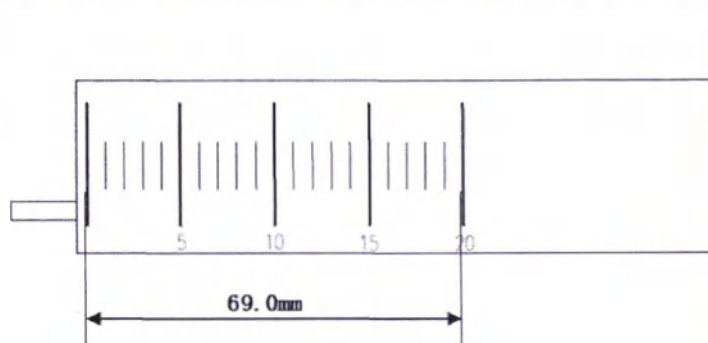

Рисунок 8.1.1 – Измерение прецизионного значения шприца объемом 20 мл
**Примечание:** Прецизионное значение – это значение длины от 0 до полной шкалы градуировки спецификации шприца. Единица измерения – мм. Прецизионное значение шприца объемом 20 мл составляет 69,0 мм, то есть длина от деления «0 мл» до деления «20 мл», измеренная с помощью линейки или штангенциркуля, составляет 69,0 мм, см. рис. 8.1.1.